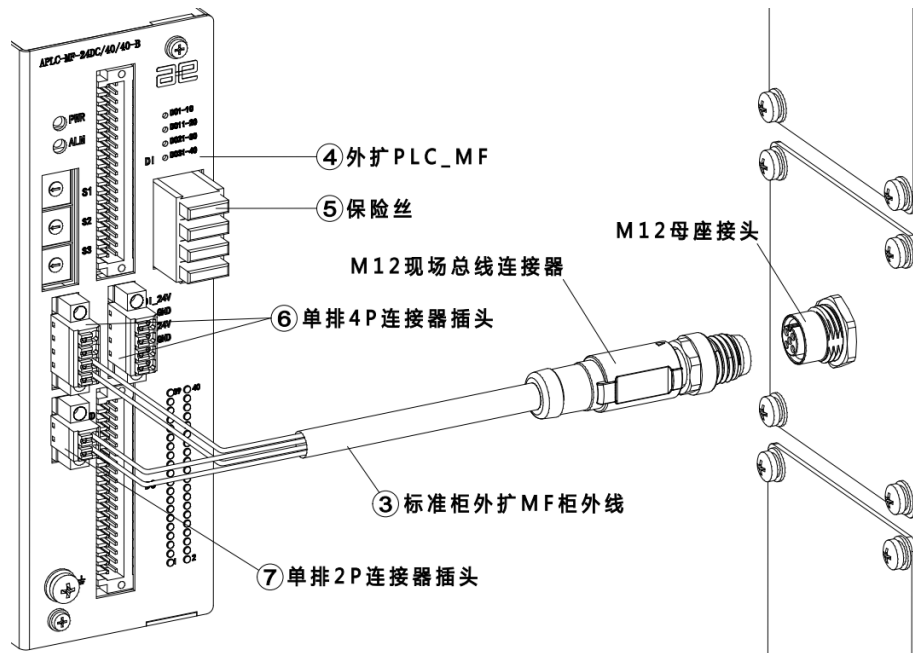

图 20-10 连接外扩 PLC\_MF 示意图
步骤4. 将③标准柜外扩 MF 柜外线带有 M12 连接器的一端按照三角定位标识接在柜体的 M12 母座接头上, 另一端接在④外扩 PLC\_MF 的电源接口 (⑦单排 2P 连接器插头) 与 485 接口 (⑥单排 4P 连接器插头) 上, 参考图 20-10。